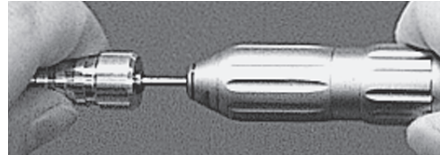

Abb. 8
- 2) Bohrer mit konischem Arbeitsende mit dem dafür vorgesehenen Bohrer-Einsatzschlüssel, wie in Abb. 8 gezeigt, einsetzen.